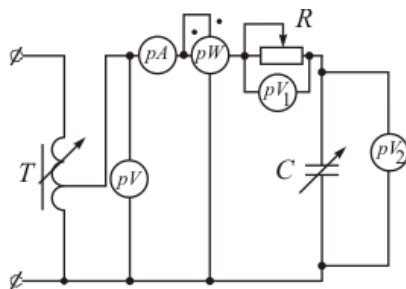

Рис. 3.4.
2. Для исследуемой электрической цепи, схема которой показана на рис. 3.4, постройте качественно:
4. Соберите электрическую цепь по схеме рис. 3.4. При неизменном напряжении на входе цепи исследуйте зависимость тока, напряжений на элементах цепи и активной мощности от величины  $R$ . Результаты опытов занесите в табл. 3.3.